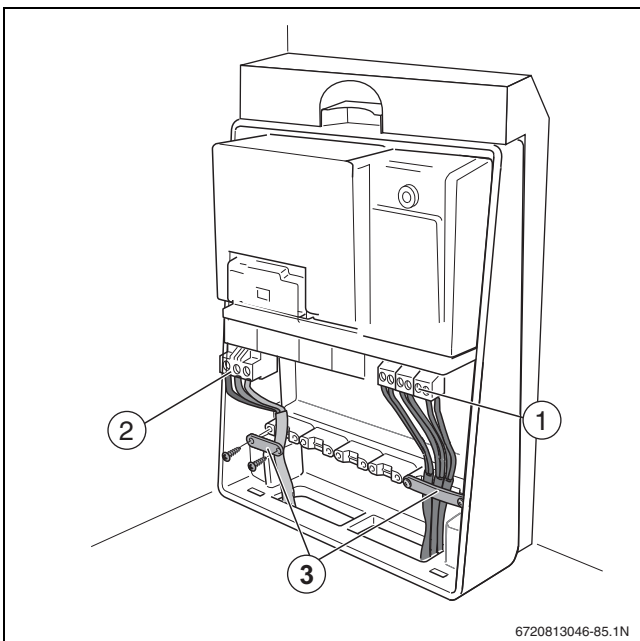

Bild 35 Kabelschelle montieren
- 230 V AC Netzkabelanschluss des ersten Moduls für das zweite Modul verwenden. Hierzu das mit dem Modul mitgelieferte Kabel verwenden (→ Bild 35, [2]).